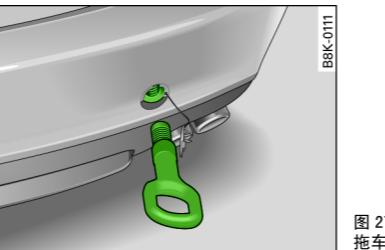

图 272 后保险杠：拧入
- 短促有力地向内按压盖罩的下部 ⇒ 图 272。盖罩从保险杠上松开。